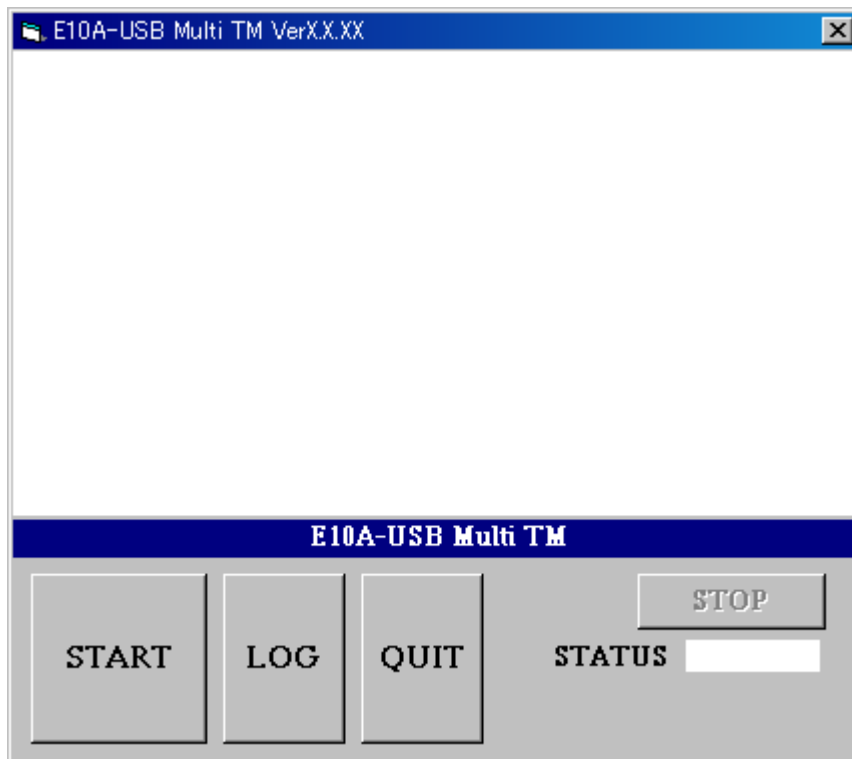

図7 テストプログラムの起動
(5) E10A-USB Multi TMを起動すると図7のような画面が表示されます。